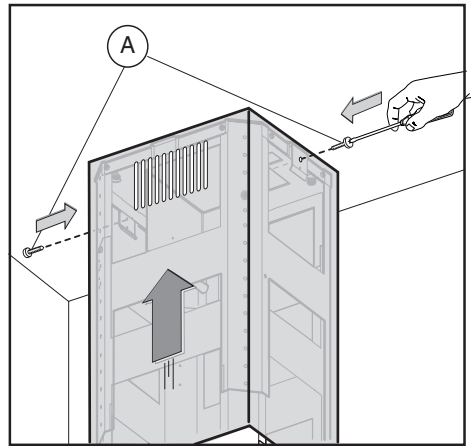

Fig.10
- neem de bovenste schoorsteen en bevestig het op de structuur met de 2 schroeven **A** (afb.10).